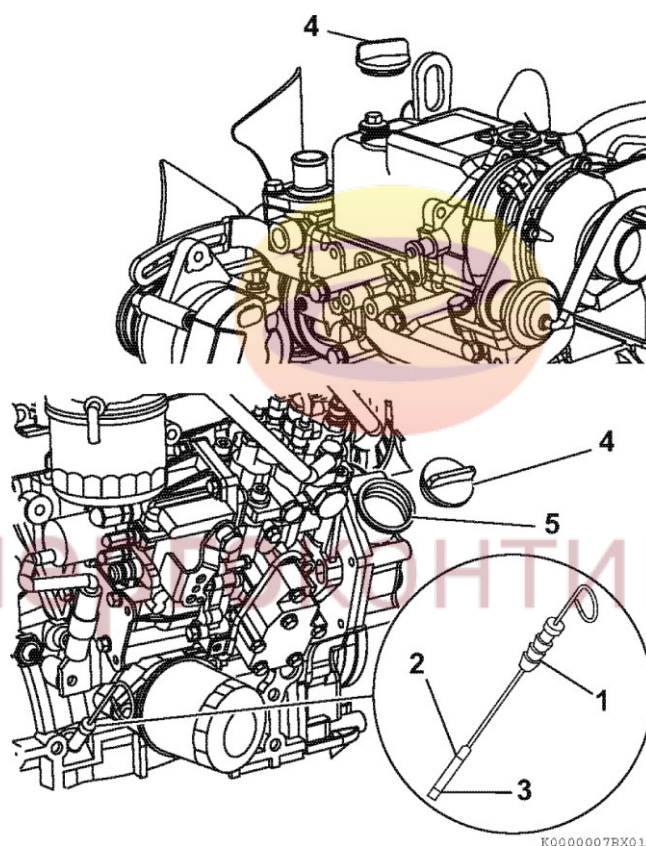

Рисунок 28
2. Вытащить щуп для измерения уровня масла (Рисунок 28 (1)) и протереть его чистой тряпкой.
4. Вытащить крышку маслозаливной горловины / щуп для измерения уровня масла. Уровень масла считается нормальным, если он находится между верхней отметкой максимум (Рисунок 28 (2)) и нижней отметкой минимум (Рисунок 28 (3)) на масляном щупе.
3. Добавьте необходимое количество моторного масла через верхнее или боковое отверстие маслоналивной горловины (Рисунок 28 (5)).